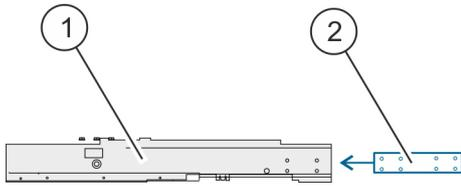

Abb. 15: Verbindungsplatten montieren
- 6.** ► Verbindungsplatten (Abb. 15/2) in beide Enden der TracFeed® OSS Dilatation (Abb. 15/1) einschieben und M10-Schrauben ansetzen.